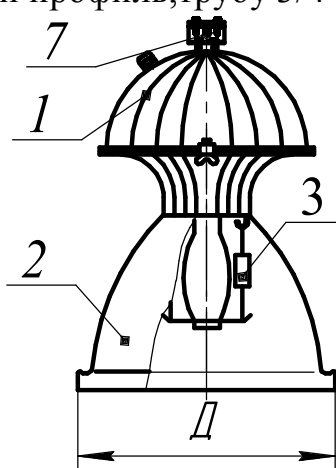

Рисунок 2
4. Для светильников ГСП17-400, -250 держатель для ламп заказывается дополнительно к базовому исполнению (поз.3, Рис.2).